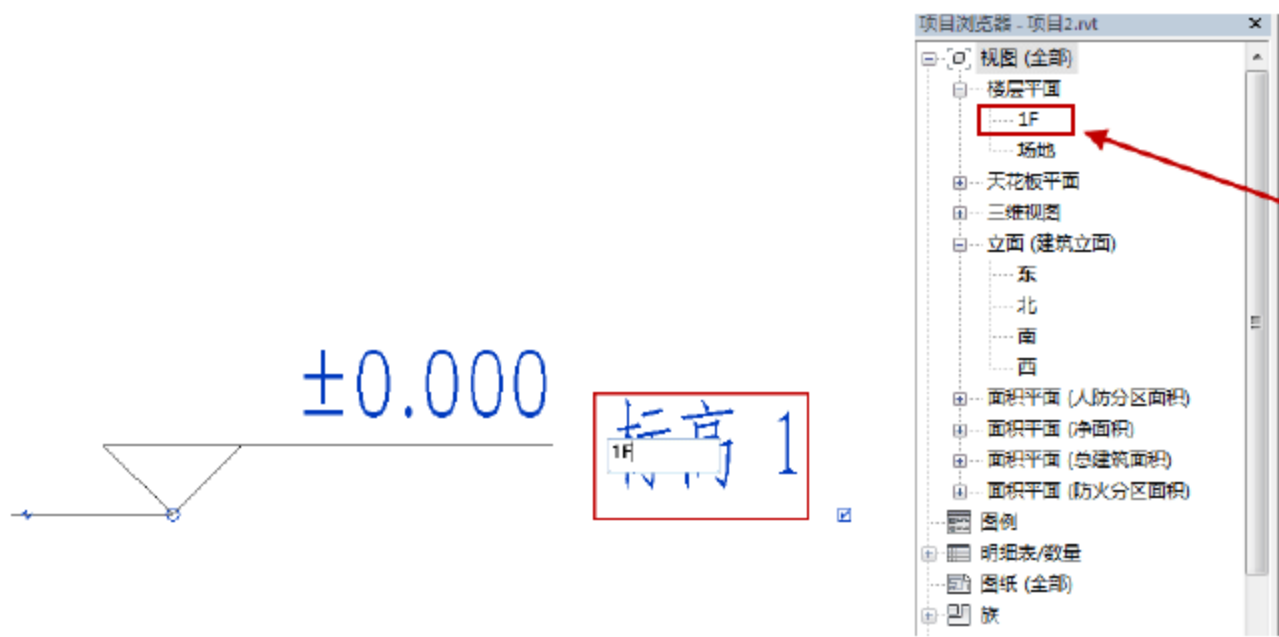
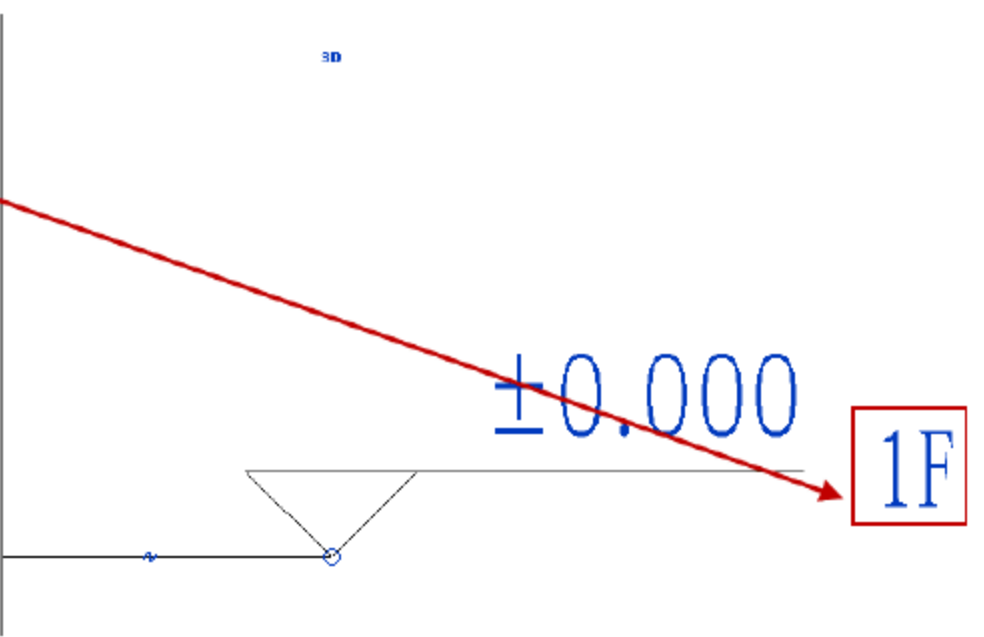

图 1.2.16 修改标高名称
图 1.2.17 与楼层平面视图相对应的名称
(3) 更改标高名称。双击标高标头中“标高 1”字样，在在位编辑窗口中输入 1F 字样，如图 1.2.16 所示。完成后，可以观察到标高的名称与项目浏览器中楼层平面视图相对应，都改为 1F 了，如图 1.2.17 所示。